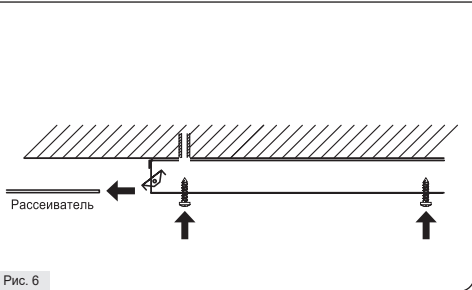

Рис. 6
2.3. Установите светильник на поверхность или присоедините подвесы через отверстия (Рис. 6). Подвесы и крепления для накладного монтажа в комплект поставки не входят.